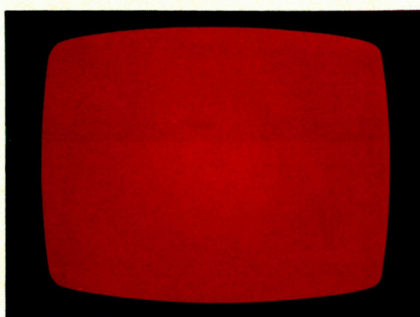
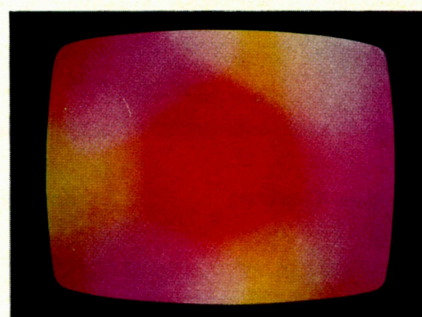

Fig. 4
Fig. 5
3. Rot-Katodenstecker abziehen (Fig. 8). Bildschirm sollte dann gleichmäßig rot sein (Fig. 4). Ist Bildschirm ungleichmäßig rot oder farbfleckig (Fig. 5), so ist die Farbreinheit einzustellen.
2. Flügelmuttern am Ablenksystem, Fig. 2, lösen und Ablenksystem weit auf dem Hals verschieben, bis ein roter Fleck erscheint (Fig. 5).